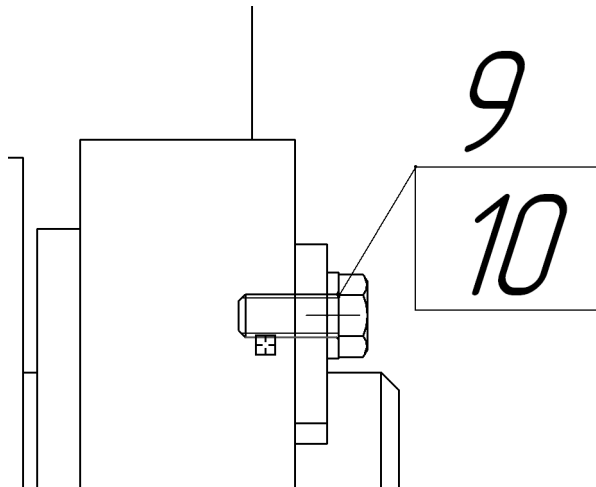

Рис. 57.40. Удаление лишних отрезков
20. Нажмите кнопку **Усечь кривую**. Удалите все геометрические объекты, формирующие стержень болта (рис. 57.40).